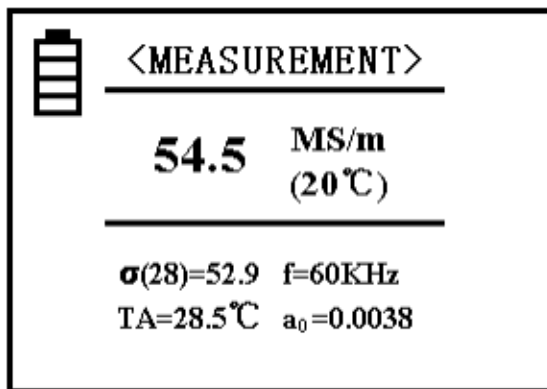

Imagen 2
Si pulsa la tecla "MEAS" accederá directamente a la opción de medición tanto desde la pantalla de inicio como desde el menú de calibrado o la pantalla de ajustes (*Imagen 2*).
- La indicación en la parte superior de la pantalla (en este caso, "Medición"/"Measurement" en la *Imagen 2*) le muestra en qué modo se encuentra en este momento.